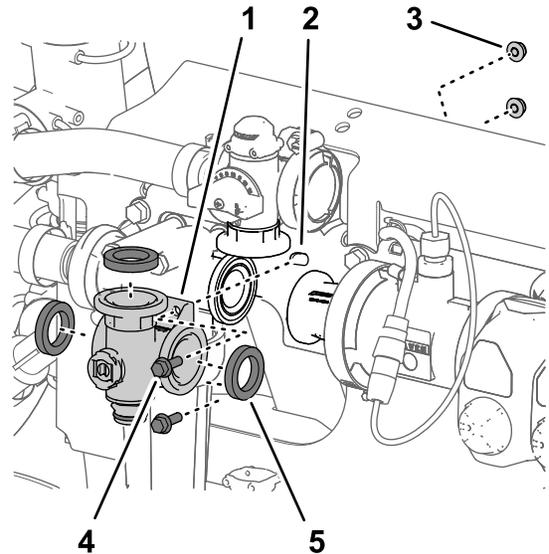
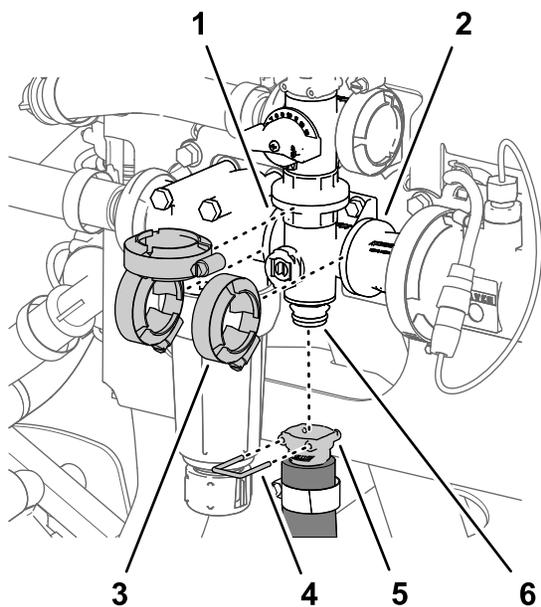

図 135
図 136
- 攪拌バルブマニホルドのフランジ、ガスケット 3枚、攪拌バイパスバルブのフランジ、圧力フィルタのヘッド、カップリングアダプタを整理させる 図 135と 図 136。
2. 攪拌バルブマニホールドを、攪拌バイパスバルブ、圧力フィルタのヘッド、カップリングアダプタに仮止めする 図 136 攪拌マニホールドバルブの取り外し \(ページ 79\) で外したフランジクランプ3個を使用する。
5. フランジクランプ3個を手締めする 図 136。
6. 攪拌ホースのクイックコネクトカップラを、攪拌バルブマニホールドのクイックコネクトフィッティングに組み付けて、クイックコネクトピンで固定する 図 136。